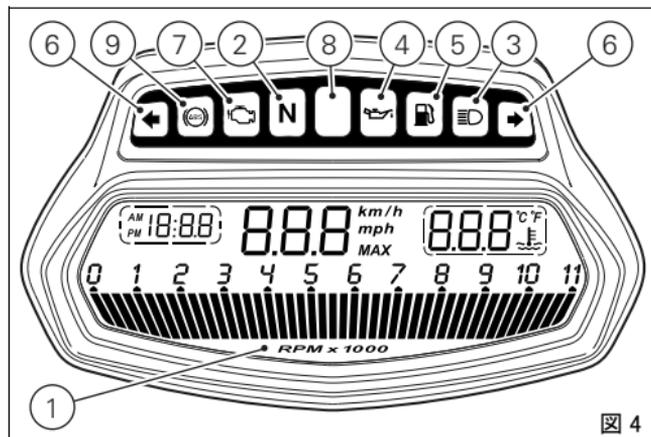

図 4
- 8) リミッターランプ “Over rev” / トラクションコントロールランプ “DTC” (赤) (図 4):
- 9) ABS ランプ (琥珀色) (図 4)。
センサーエラーの場合は“---”が点滅表示され、同時にエンジン / 車両診断ランプ -EOBD (7、図 4) が点灯します。